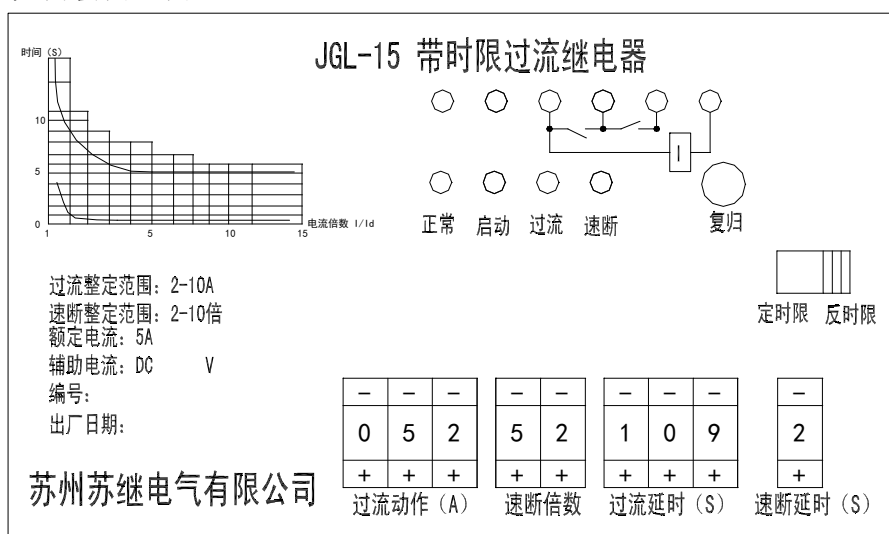

图4 产品面板图
4.5.3 反时限延时特性满足特性曲线图4，并符合公式1。
本继电器用四组数字拨盘开关来进行过流动作值、速断倍数、过流延时、速断延时的整定。见面板图，图4。